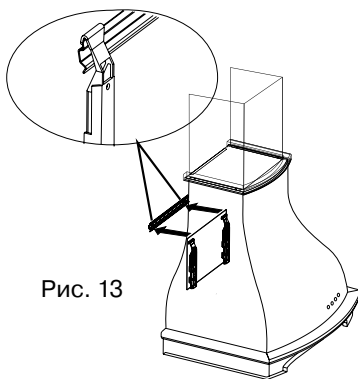

Рис. 14
5. Перед креплением декоративного короба воздуховода к планке (**C**, **D**) выведите провод для подключения вытяжки к электросети (см. пункт «Подключение к электросети»). Далее поднимите декоративный короб до совмещения узлов крепления короба и планки (**C**, **D**) и соедините их (см. рис. 14).